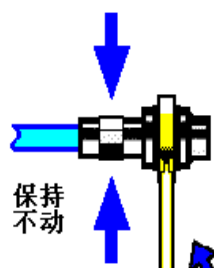

图 3.5 使用力矩扳手完成最后连接
**步骤 3.** 如图 3.5, 使用力矩扳手拧紧完成最后的连接, 注意力矩扳手不要超过起始的折点, 可使用辅助的扳手防止连接器转动。